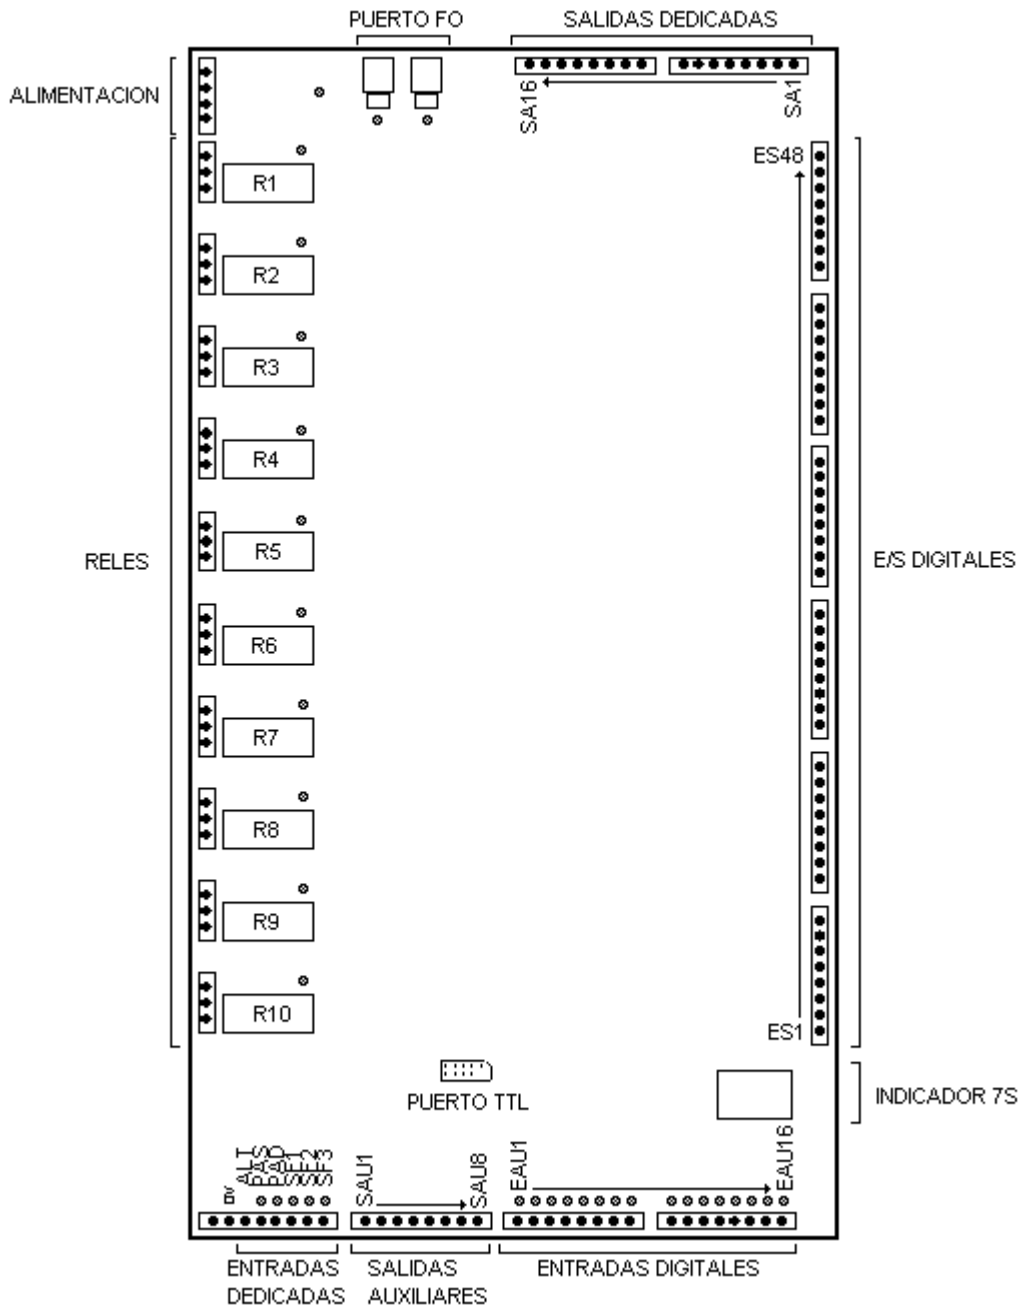

Figura 43
- Tomando como referencia la Figura 43, el controlador activa las salidas según la Tabla 10.